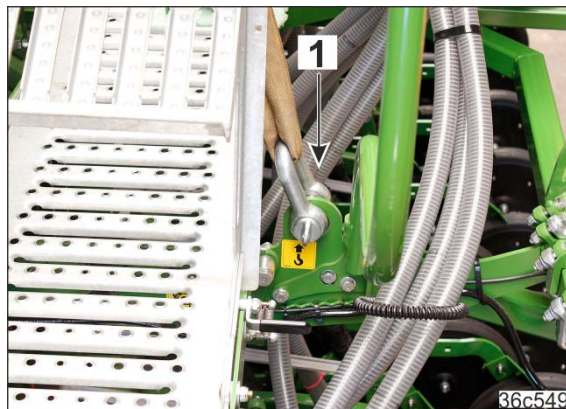

Fig. 7
- 2 festemidler på de markerte festepunktene (Fig. 7/1) til den etterhengte såmaskinen